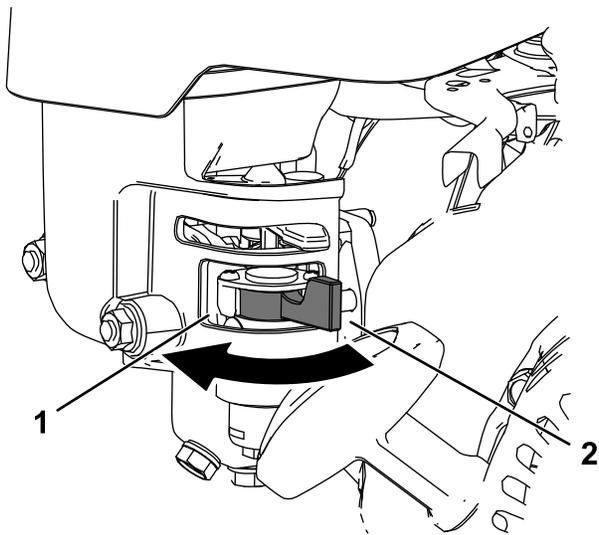

図 22
- バルブを開く場合バルブのレバーをリコイルスタータハンドルの方へ回す 図 22。
- バルブを閉じる場合レバーをリコイルスタータハンドルと反対の方へ回す 図 22。